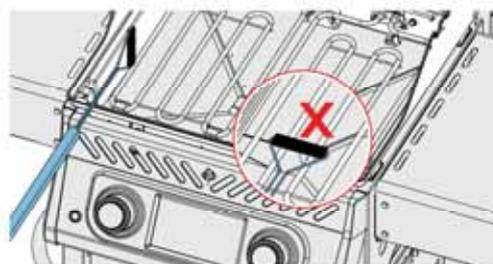

Fig. 7
2. Utilisez une brosse en laiton douce pour nettoyer les débris lâches. Brossez tous les débris à l'intérieur de l'appareil dans le bac à graisse amovible. **NE PAS** utiliser la brosse sur les brûleurs électriques. (Fig. 7)